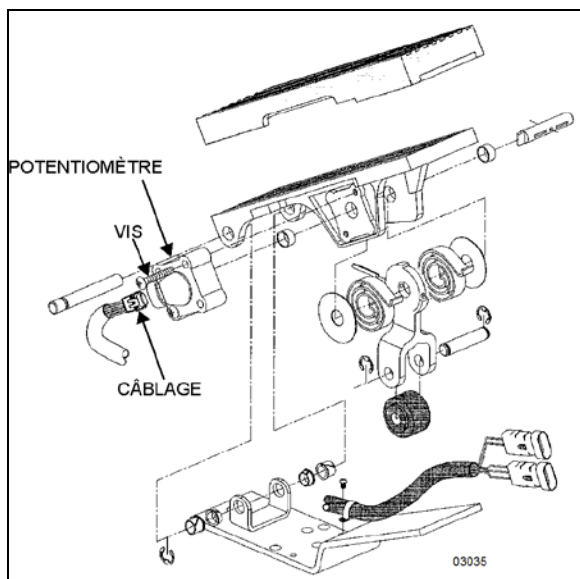

FIGURE 16 : ENSEMBLE DE PÉDALES ÉLECTRONIQUES
3. Jeter le potentiomètre (Figure 16).
4. Placer le nouveau potentiomètre. Pousser le potentiomètre sur l'axe du potentiomètre, en faisant correspondre les découpes dans l'axe aux languettes d'entraînement du potentiomètre. Appliquer une pression de la main jusqu'à ce que le potentiomètre touche le fond du logement. Reposer les vis (Figure 16) et serrer juste assez pour fixer le